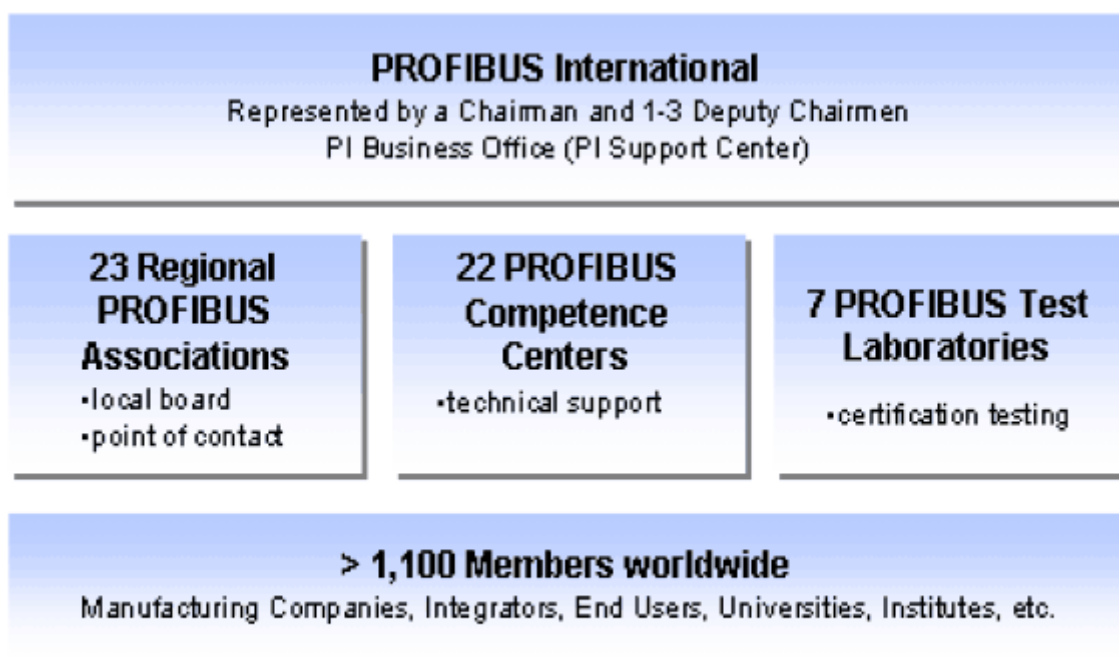

Рис. 38: Организация PI
Чтобы обеспечить свое сохранение, развитие и преобладание на рынке, открытой технологии в качестве рабочей платформы необходим независимый от компаний институт. С целями продвижения PROFIBUS именно таким путем в 1989 г. была основана PROFIBUS User Organization e.V. (PNO) (Пользовательская организация PROFIBUS). Это некоммерческая организация производителей, пользователей и институтов. PNO является членом PROFIBUS International (PI), основанной в 1995г., которая сейчас включает в себя 23 региональных пользовательских организации (Regional PROFIBUS Associations, RPA, Региональные ассоциации пользователей) и более 1000 членов, в том числе в США, Китае и Японии, являясь крупнейшей в мире организацией в области промышленных коммуникаций (рис. 38).